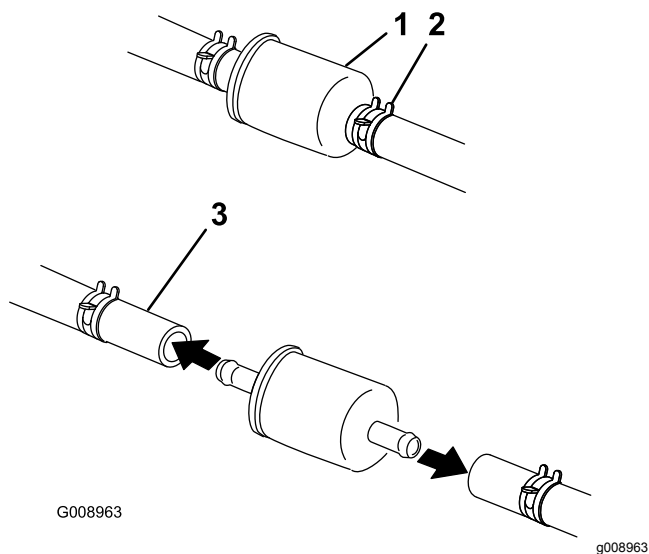

図 50
5. 運転席の下にある燃料バルブを閉じる 図 50。
6. 古いフィルタのクランプをゆるめて脇に寄せる (図 50)。
8. 新しいフィルタをホースに取り付け、クランプで固定する 図 50。